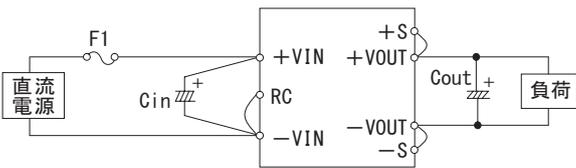
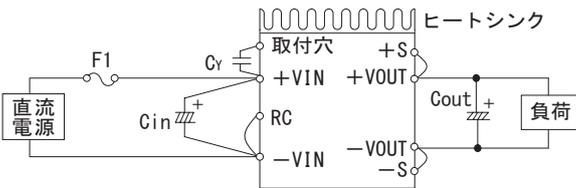

図1.1 標準接続方法 (CQHS250)
図1.2 標準接続方法 (CQHS300/CQHS350)
- 電源を使用するためには、図1.1、図1.2の接続が必要です。
- 入力ラインでの帰還ノイズ低減、電源の安定動作のために、接地コンデンサCγを接続してください（図1.2）。なお、入力フィルタの共振やインダクタンスにより、電源動作が不安定になることがありますので、ご注意ください。
- 電源の安定動作のために、入力側+VINと-VIN間にコンデンサCinを接続してください（図1.1、図1.2）。
- 出力安定度向上のために、出力側+VOUTと-VOUT間にコンデンサ $C_{out}$ を接続してください (図1.1、図1.2)。推奨容量を表2.2、表2.3に示します。